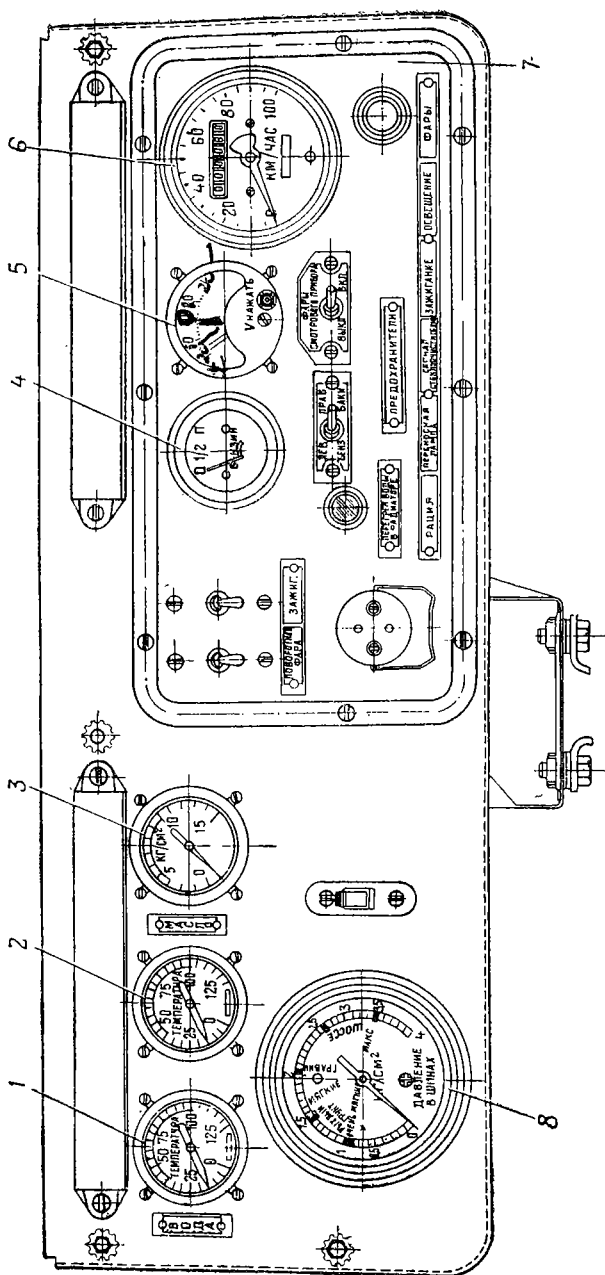

Рис. 75. Щиток приборов:
5. Вывернуть винт с цилиндрической головкой хомутика крепления манометра 3 (рис. 75) масла на щитке приборов и вынуть манометр в сборе с капиллярным трубопроводом и приемником.
1. Вставить в отверстие корпуса щитка приборов манометр 3 (рис. 75) масла и закрепить хомутиком, ввернув винт с цилиндрической головкой (см. технические требования, п. а).
5. Вывернуть винт с цилиндрической головкой хомутика крепления термометра 2 (рис. 75) масла на щитке приборов и вынуть термометр в сборе с капиллярным трубопроводом и приемником.
1. Вставить в отверстие корпуса щитка приборов термометр 2 (рис. 75) масла и закрепить хомутиками, ввернув винт с цилиндрической головкой (см. технические требования).
6. Вывернуть винт с цилиндрической головкой хомутика крепления термометра 1 (рис. 75) охлаждающей жидкости на щитке приборов и вынуть термометр в сборе с капиллярным трубопроводом и приемником.
1. Вставить в отверстие корпуса щитка приборов термометр 1 (рис. 75) охлаждающей жидкости и закрепить хомутиком, ввернув винт с цилиндрической головкой (см. технические требования).
1. Вывернуть винты крепления панели 7 (рис. 75) щитка приборов и отвести панель на себя.
1. Вставить в отверстие панели 7 (рис. 75) щитка приборов вольтамперметр 5 и закрепить хомутиком, ввернув винт с цилиндрической головкой (см. технические требования).
5. Вставить спидометр 6 (рис. 75) в отверстие панели 7 щитка приборов и закрепить спидометр к скобе гайками с пружинными шайбами.
1. Вывернуть винт крепления панели 7 (рис. 75) щитка приборов и отвести панель на себя.
1. Вставить указатель 4 (рис. 75) в отверстие панели 7 щитка приборов. Надеть на зажимы указателя плоские шайбы, скобу крепления, картонную прокладку, плоские шайбы и навернуть гайки.
2. Вывернуть гайку крепления воздушной трубки к переходному штуцеру манометра 8 (рис. 75) и отсоединить трубку от штуцера.
1. Вставить манометр 8 (рис. 75) давления воздуха в отверстие панели щитка приборов и закрепить к скобе гайками с пружинными шайбами.